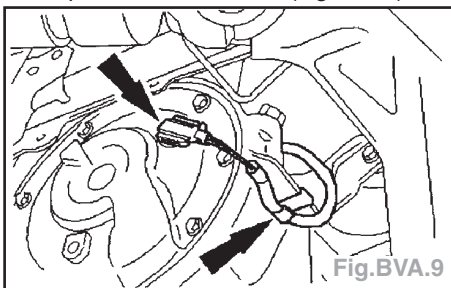

Fig.BVA.9
- Débrancher le connecteur de capteur de vitesse d'arbre de turbine (TSS) et déposer le clip de fixation de câble (Fig.BVA.9).
- Brancher le connecteur de capteur de vitesse d'arbre de turbine (TSS) (Fig.BVA.9).